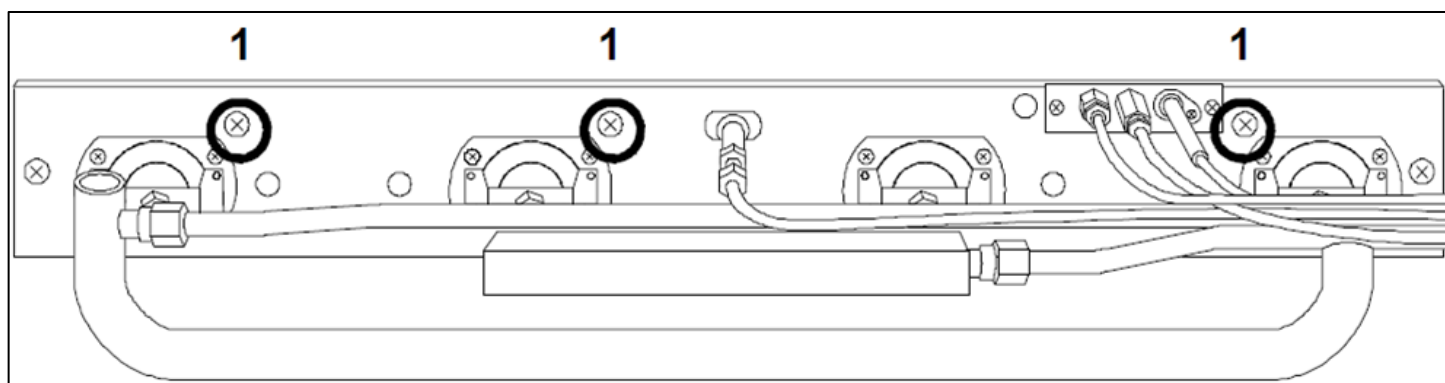

FIG.17
- Svitare le 3 viti di fissaggio dei supporti bruciatore (FIG.17-Rif.1);